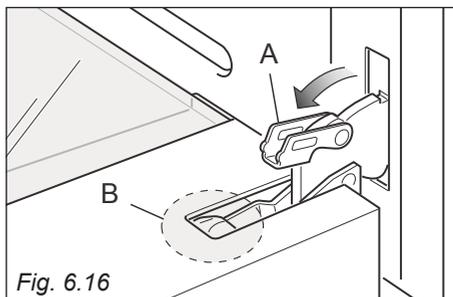
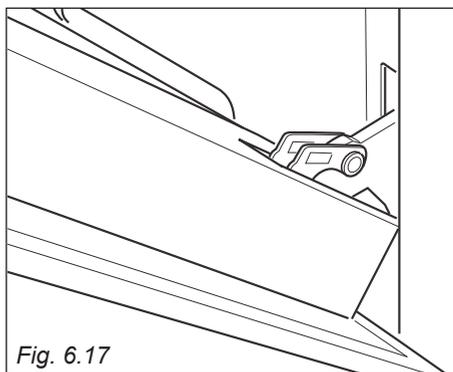

Fig. 6.16
Fig. 6.17
- Aprire completamente la leva "A" delle cerniere destra e sinistra (fig. 6.16).
- Socchiudere dolcemente la porta (fig. 6.17) fino a quando le leve "A" delle cerniere destra e sinistra si agganciano alla parte "B" della porta (fig. 6.16).
1. Assicurarsi che la porta sia bloccata aperta (vedere fig. 6.17).